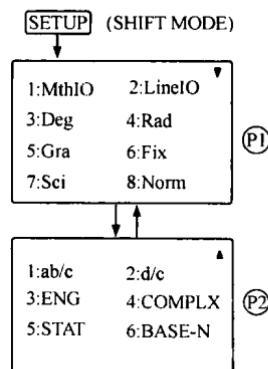

图 1-3 设置屏幕
*fx-5800P* 计算器的常用设置内容包括：输入和输出显示格式，角度单位和数字位数显示等。设置可通过设定屏幕来完成。依次按 **SHIFT MODE** (SETUP) 键可进入设置屏幕，有两个设置屏幕可供使用。按 (**▲**) 和 (**▼**) 键可在这两个屏幕之间切换（图 1-3）。设置屏幕上列有：显示格式、角度单位、数字位数、分数显示格式、工程符号、复数显示格式和统计频率等。